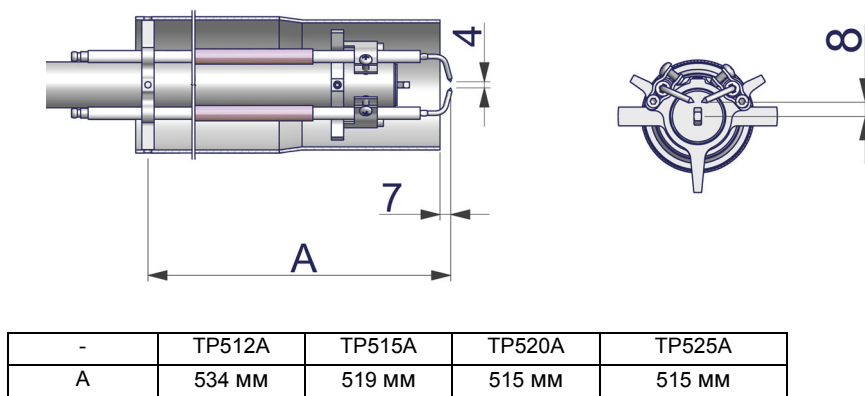

Рис. 9
- Проверьте запальный и контрольный электроды, очистите, отрегулируйте и, при необходимости, замените (см. Рис. 9). В случае, если у вас есть сомнения, проверьте систему контроля после запуска горелки, следуя схемам на Рис. 11-Рис. 12).